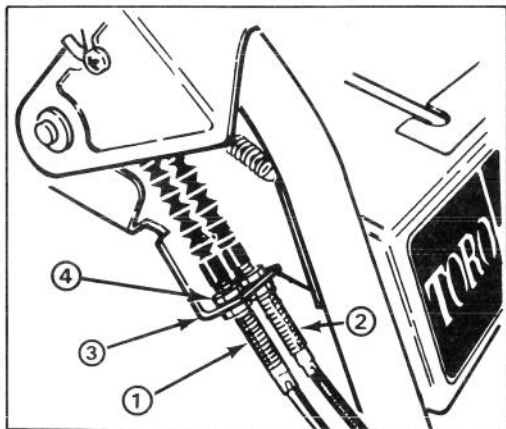

Abbildung 27
Gebläselenkzwischenhebel und Bremshebel (Abb. 27) sollte 3 mm betragen. Ist der Abstand weniger als 3 mm, ist der Riemen auszutauschen.
4. Die obere, das Räumwerk-/Gebläse-Kabel an die Befestigungsschelle festhaltende Gegenmutter lösen (Abb. 27).
5. Die untere Gegenmutter nach oben drehen, um die Riemen Spannung zu erhöhen (Abb. 27).
EINSTELLEN DES FAHRANTRIEBSRIEMENS (Abb. 27)
3. Die Speed-Shift-Steuerung in die Leerlaufstellung (N) stellen.
8. Die das Kabel an die Schelle befestigenden Gegenmuttern an dem dem auszuwechselnden Riemen entsprechenden Steuerkabel lösen (Abb. 27). Beim Auswechseln des (der) Riemen(s) muß das Kabel zum Gleiten in der Schelle frei sein.